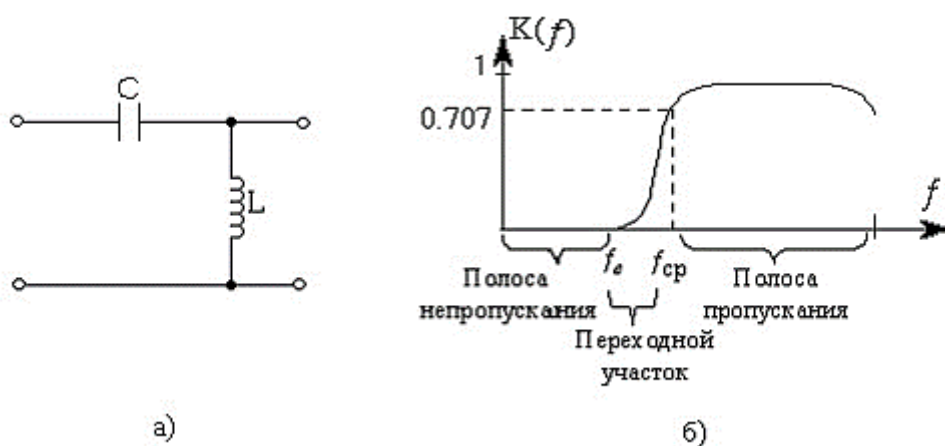

Рисунок 4.3 – Схема LC -фильтра верхних частот (а) и его АЧХ (б)
LC -фильтр верхних частот (рис. 4.3. а) не пропускает нижних частот так, как XC велико, XL мало. С ростом частоты сопротивление продольного плеча (XC) уменьшается, а поперечного (XL) увеличивается, что приводит к повышению коэффициента передачи. Полоса пропускания такого фильтра лежит в диапазоне частот от 0 до $f = \infty$ (рис. 4.3.б).